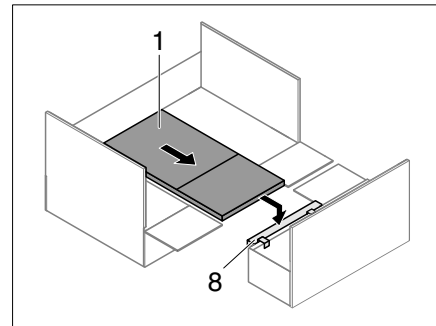

Fig. 237 Table sur support de coffre de banquette
- Accrocher le support du coffre de lit (Fig. 237, 11).
- Déployer la table suspendue (Fig. 237, 1) et la positionner sur le support du coffre de lit accroché (Fig. 237, 11).
- Accrocher le support de coffre de banquette (Fig. 237,8).
- Tirer la table accrochée (Fig. 237,1) et la positionner sur le support de coffre de banquette accroché (Fig. 237,8).